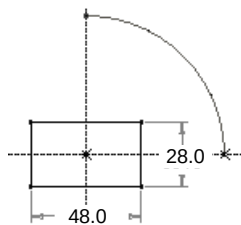

图 4.4.14 截面草图
Step6. 创建特征截面。在操控板中单击“创建或编辑扫描截面”按钮 , 创建图 4.4.14 所示的特征截面草图, 然后单击“确定”按钮 。